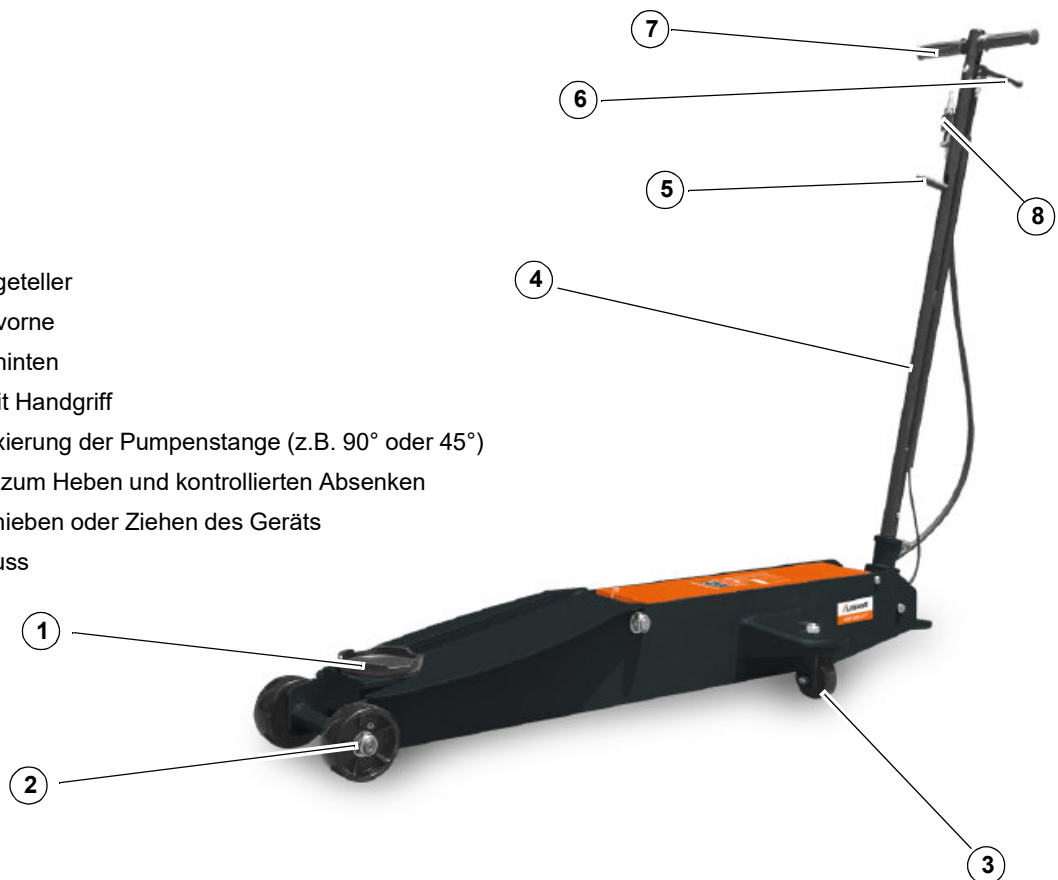

Abb. 4-1: Gerätebeschreibung
- Zum Absenken ist der Betätigungshebel zum Heben und kontrollierten Absenken zu betätigen (Pos. 6, Abb. 4-1). Dadurch wird das Hydrauliksystem geöffnet und der Hubarm senkt sich kontrolliert ab.